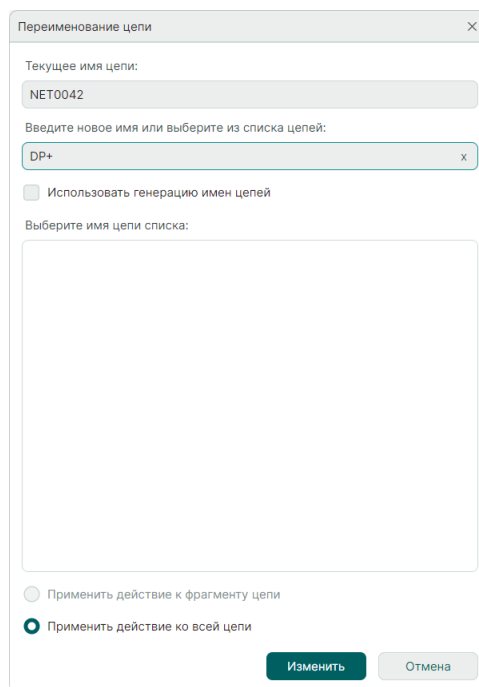

Рис. 139 Переименование первой цепи для создания диффпары
3. В окне «Переименование цепи» в поле «Введите новое имя или выберите из списка цепей» введите имя с суффиксом «+» или «_P» (сохраненные в системе в окне «Панель управления» суффиксы для формирования диффпары) в конце имени, см. Рис. 139.